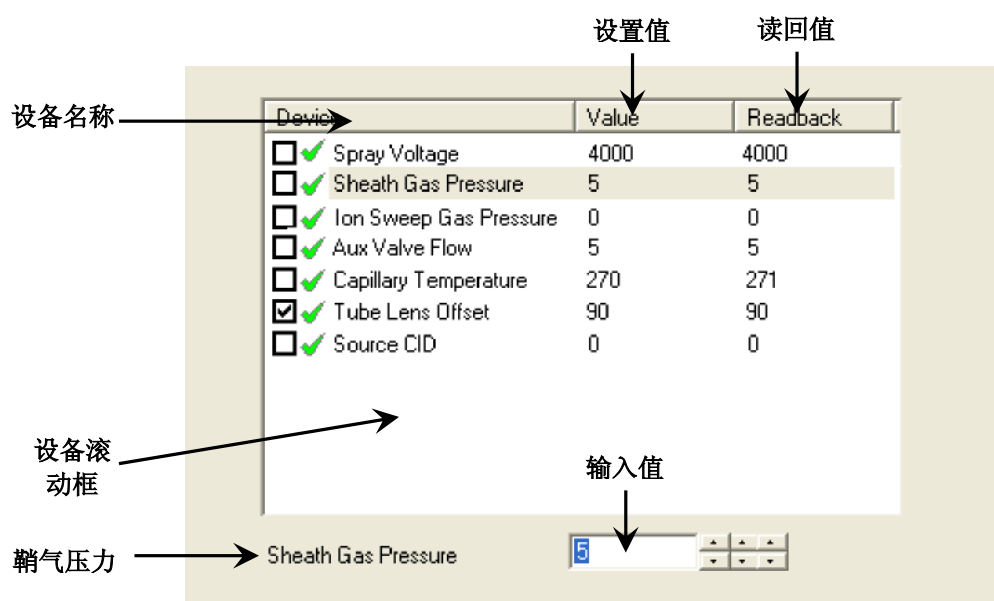

图3-4. 优化化合物敏感装置视图
- i. 在工作区域右上角Optimize Compound Dependent Devices (优化化合物敏感装置)视图的Device Display(装置显示)框中点击Sheath Gas Pressure(鞘气压力)。该操作将设备微调框标题改为Sheath Gas Pressure(鞘气压力)并允许用户更改鞘气压力。见图3-4。